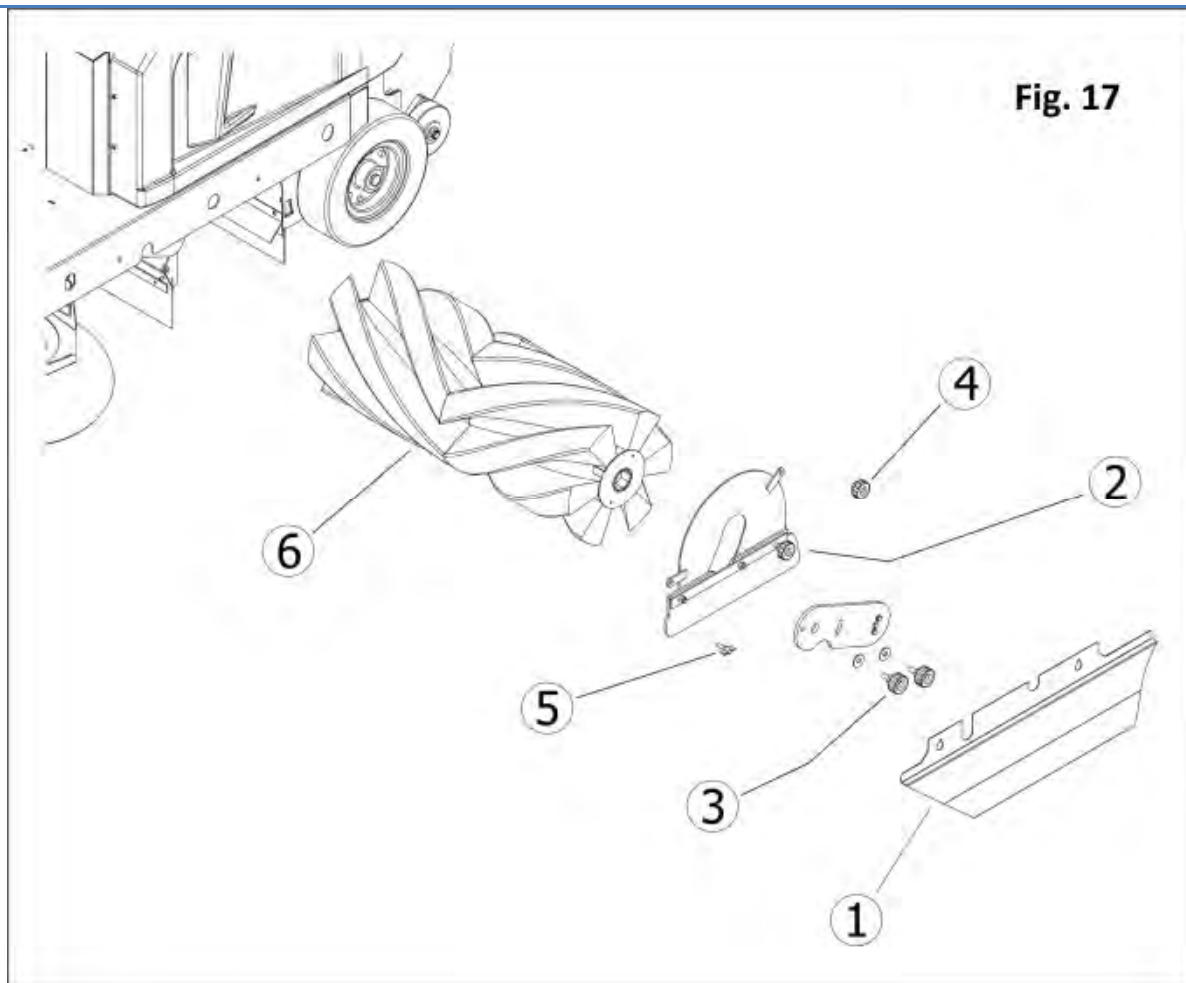

Fig. 17
- 1 - Smontare la lamiera sinistra (relativamente al posto di guida) **Part. 1 (SX) Fig. 17**, semplicemente sollevandola rimuovendola dagli incastri a baionetta.
- 2 - Svitare le due viti di fissaggio del semi-braccio **Part. 3 Fig. 17**;
- 3 - Svitare le tre viti che circondando il carter laterale **Part. 2-4-5 Fig. 17**.
- 4 - Sfilare la spazzola centrale **Part. 6 Fig. 17** e procedere alla sostituzione, facendo attenzione al verso delle setole della spazzola che devono essere orientate come in **Figura 17**.